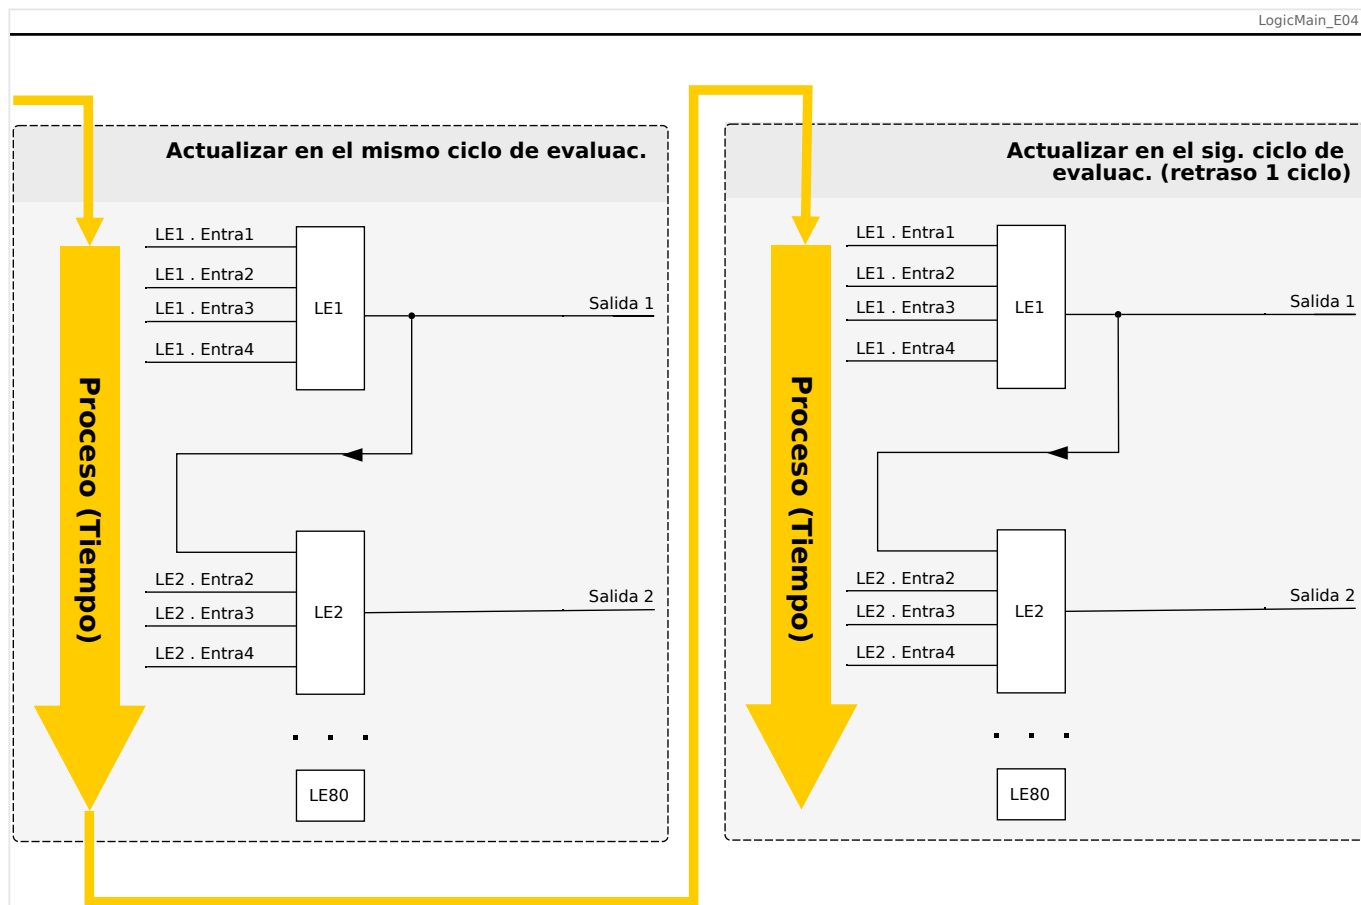
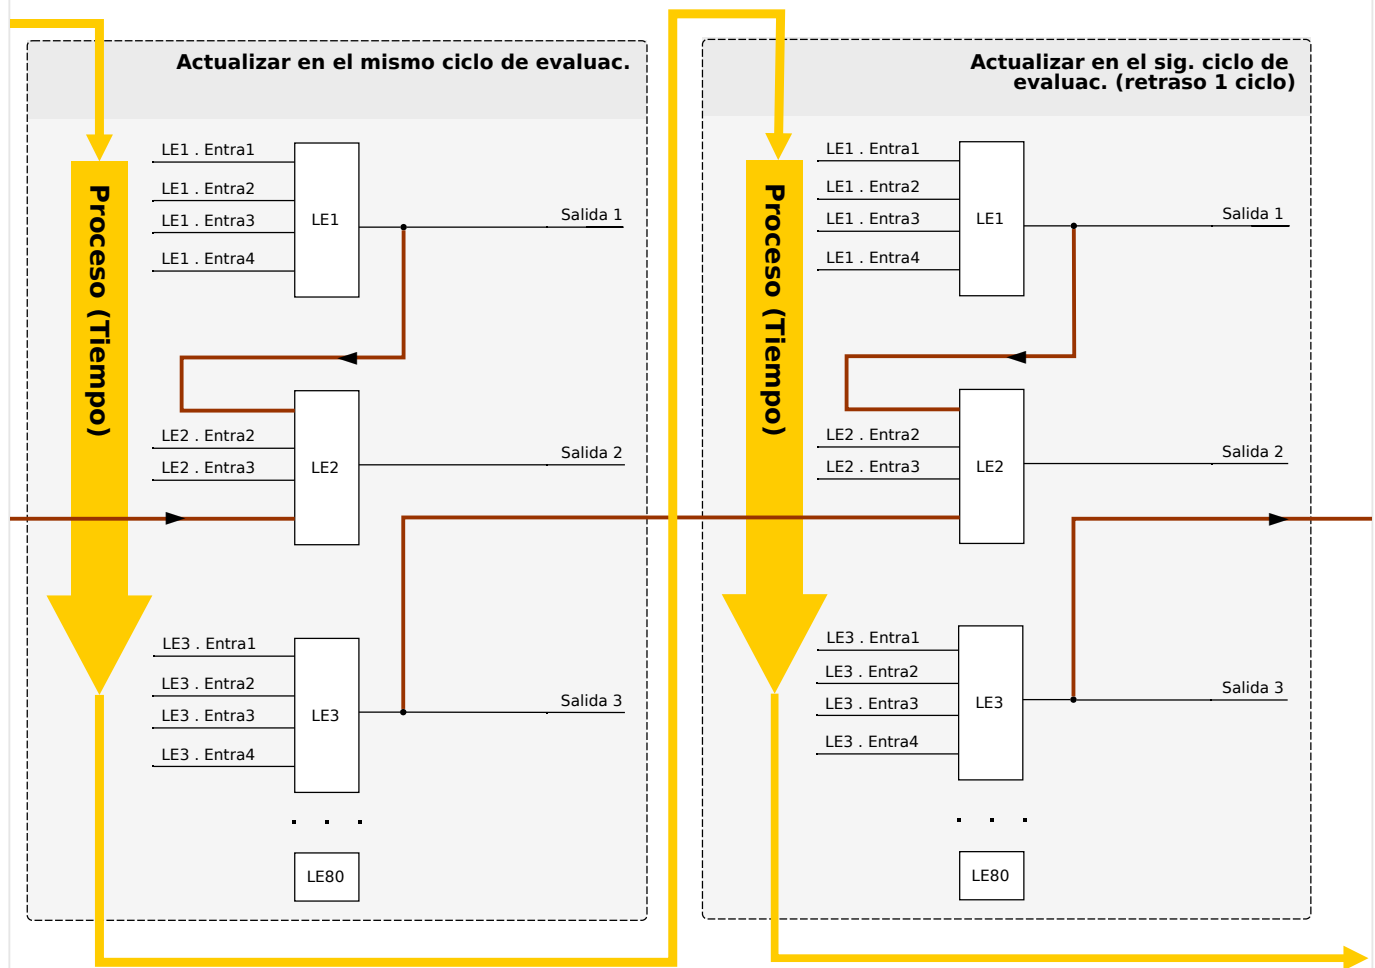

Fig. 138: Cascada en orden ascendente.
Fig. 139: Cascada en orden descendente.
- Una secuencia **ascendente** quiere decir que algunas de las salidas se usarán como entradas de una ecuación lógica con un número **mayor**. Por ejemplo, en el diagrama  Fig. 138 siguiente, se muestra un ejemplo en el que el resultado de la ecuación lógica LE1 se usa como entrada de la ecuación lógica LE2.
- Una secuencia **descendente** quiere decir que algunas de las salidas se usarán como entradas de una ecuación lógica con un número **inferior**. Por ejemplo, en el diagrama  Fig. 139, se muestra un ejemplo en el que el resultado de la ecuación lógica LE3 se usa como entrada de la ecuación lógica LE2.
Tanto la secuencia ascendente como la descendente se pueden usar y combinar entre sí, sin ninguna diferencia inmediata. Sin embargo, como todas las ecuaciones se evalúan en orden ascendente, los valores de tiempo de ejecución en sí que se usen como la entrada de una ecuación tendrán una “antigüedad” distinta, como se muestra en  Fig. 138 y  Fig. 139 a continuación.
En el ejemplo mostrado anteriormente en  Fig. 139, la “Ecuación lógica 2” usa los estados de salida de otras dos ecuaciones, la “Ecuación lógica 1” y la “Ecuación lógica 3”. El resultado de la “Ecuación lógica 1” se usa en orden ascendente y, por lo tanto, se evalúa con el mismo ciclo de proceso. El resultado de la “Ecuación lógica 3” se usa en orden descendente y, por lo tanto, se evalúa en el ciclo de proceso anterior.